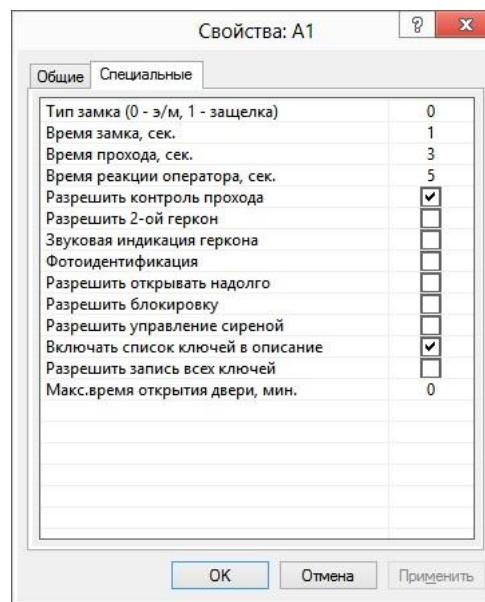

Рисунок 11
- В ПО Octagram Flex в окне **Свойства** контроллера на вкладке **Специальные** установить флагок **Разрешить контроль прохода** (Рисунок 11).